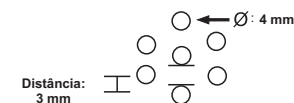

Figura 2
- a) É usado um cortador padrão com 7 (sete) furadores de 4mm de diâmetro, distanciados no máximo 3 mm entre si. A figura 2, mostra a disposição dos furadores, sendo um central e seis periféricos.